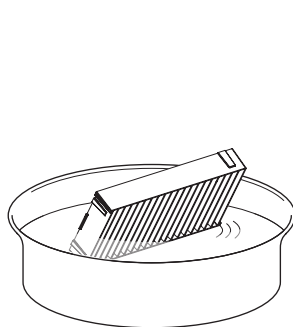

Abb. 1
1) Entfernen Sie die Luftfilterabdeckung. (Abb. 1)
1) Waschen Sie die Luftfiltereinheit. (Abb. 1)